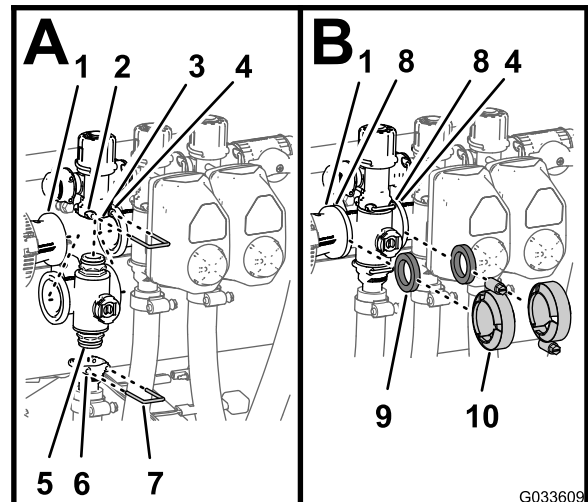

Bild 131
- Setzen Sie das obere Endkappen-Anschlusstück des Verteilerventils in das Anschlusstück des Sicherheitsventils ein (Bild 131 A).
- Stecken Sie einen Halter in die Buchse des Anschlusstückes des Sicherheitsventils, um das Endkappen-Anschlusstück am Anschlusstück des Sicherheitsventils zu befestigen (Bild 131 A).
- Montieren Sie das Auslaufanschlusstück am unteren Endkappen-Anschlusstück des Verteilerventils (Bild 131 A).
- Stecken Sie einen Halter in die Buchse des Auslauf-Anschlusstückes, um das Endkappen-Anschlusstück am Auslaufanschlusstück zu befestigen (Bild 131 A).
- Fluchten Sie eine Dichtung zwischen den Flanschen der Reduzierkupplung und dem Abschnittventilverteiler aus (Bild 131 B).
- Montieren Sie die Reduzierkupplung, die Dichtung und den Abschnittventilverteiler mit einer Klemme und ziehen sie mit der Hand an (Bild 131 B).
den Flanschen der zwei danebenliegenden Abschnittventilverteiler aus (Bild 131 B).
8. Montieren Sie die zwei benachbarten Abschnittventilverteiler und die Dichtung mit einer Klemme und ziehen sie mit der Hand an (Bild 131 B).